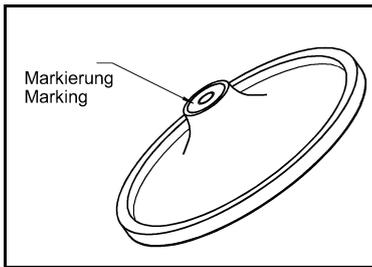

Abb. 24: Markierung an Membrane (7)
6. Neue Membrane mit Markierung (**7**) (siehe Abb. 24) von Hand in Vakuummembrane (**10**) schrauben und handfest anziehen.